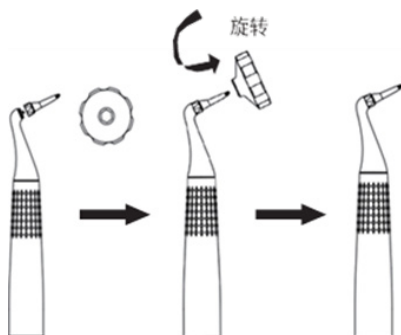

图8 龈下喷砂手柄（AP-2）及龈下喷嘴安装
2.3.7.2 使用前先进行龈下喷嘴的安装，取出龈下喷嘴，将喷嘴装配到龈下手柄末端，先用手将喷嘴螺母旋转装上手柄，根据治疗需要可以调整喷嘴角度，再用扳手将喷嘴锁紧，如图8，注意使用扳手轻微用力保证喷嘴不会脱出即可。